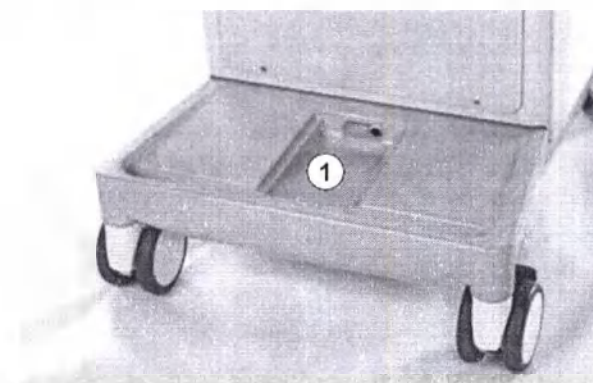

Рис. 7-19 Выемка с датчиком утечки
Выемку (Рис. 7-19, ①) в гнезде следует проверять до или после лечения на наличие жидкости. Если в выемке имеется жидкость, то удалите ее шприцем или губкой и очистите выемку. Крышку можно легко снять для очистки. Закройте выемку снова после очистки.